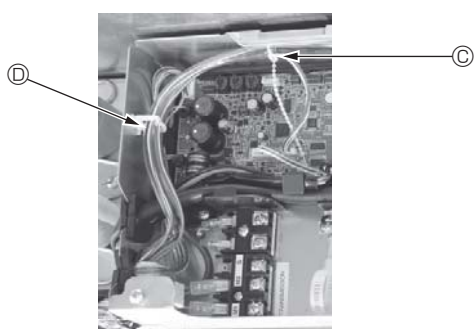
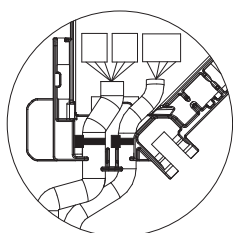

Fig. 6-15
Fig. 6-16
- Поместите излишние соединительные провода датчика i-See и приемника сигнала в проволочный хомут в коробке электрических компонентов, как показано на схеме, и зафиксируйте провода зажимом вместе. (Fig. 6-15) Убедитесь, что лента, фиксирующая соединительные провода датчика i-See и приемника сигнала, расположена внутри коннекторной коробки. (Fig. 6-16)